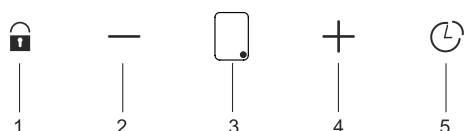

Fig. 18: Aktivering / deaktivering af eftersugfunktion
1. ➔ Hvis der bliver trykket på knappen  (Fig. 18/5) på et tilfældig niveau, vil eftersugsfunktionen aktiveres. Så snart timeren begynder at tælle ned, vil aktuelle hastigheds tal på det digitale display begynde at blinke. Efter 15 minutter vil alle funktioner, der blev aktiveret før timeren blive lukket ned.
2. Tryk på timer knappen  (Fig. 18/5).